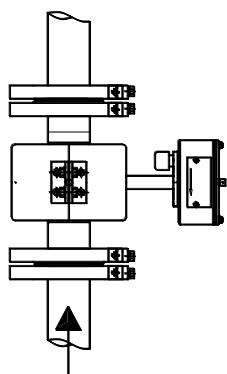

Рисунок 6.3
6.2.4 При возможном выпадении осадка, ППР расходомера должен устанавливаться вертикально, при этом направление потока должно быть снизу вверх (см. рисунок 6.3).